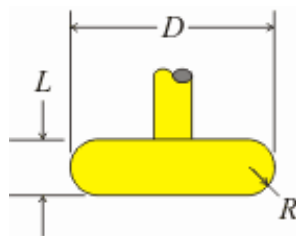

Figura 1.77 Parámetros de la herramienta disco.
- Herramienta disco , que tiene como parámetros longitud (L), diámetro (D) y radio de punta (R), Figura 1.77.